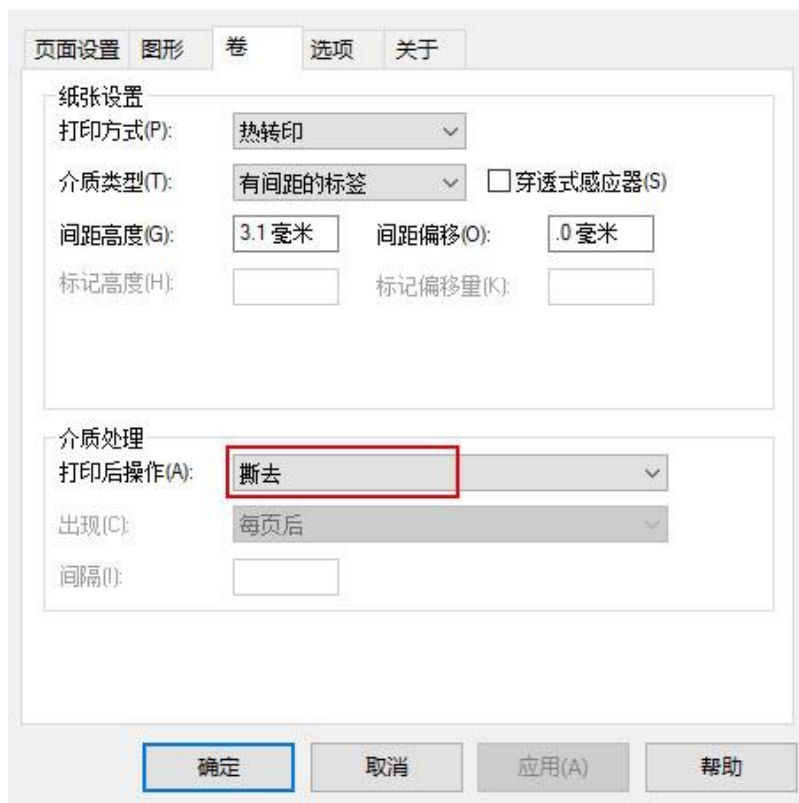

图 2-23
1. 右键单击已安装好的打印机驱动图标，选择打印机首选项，选择“卷”->“介质处理”->“打印机后操作”->“撕去”，开启打印机的撕纸功能。如图 2-23 所示。